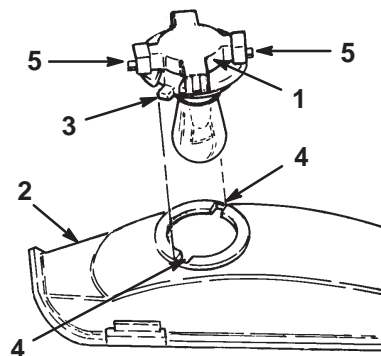

Figure 31
8. Dévissez l'embase d'un quart de tour vers la gauche et déposez-la du réflecteur (Fig. 31).
4. Alignez les languettes de l'embase (Fig. 31) et les rainures du réflecteur, introduisez l'embase dans le réflecteur et vissez-la à fond d'un quart de tour vers la droite.